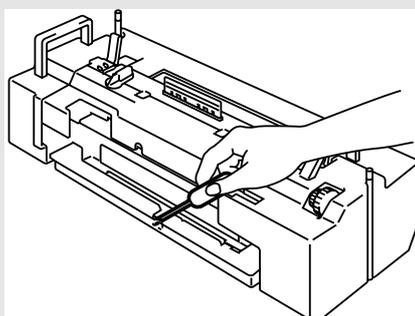

Fig. 5-51
- Retirez la bouteille d'huile puis utilisez la pipette fournie avec l'imprimante pour aspirer l'huile contenue dans le bac de l'ensemble de fixage. Essuyez ensuite toute trace restante d'huile à l'aide d'un chiffon, comme indiqué dans la Fig. 5-51.